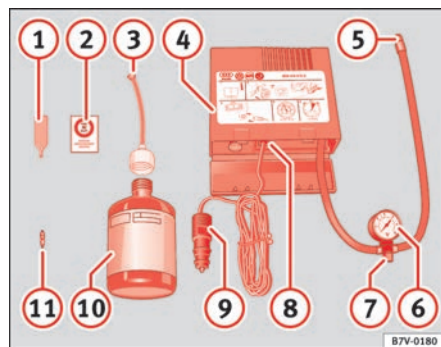

Abb. 154 Bestandteile des Pannensets
- Nehmen Sie den Aufkleber ⇒ Abb. 154 ② aus dem Pannenset und kleben Sie ihn im Blickfeld des Fahrers auf die Instrumententafel. ▶
- Schrauben Sie mit dem beiliegenden Ventileinsatzdreher ⇒ Seite 244, Abb. 154 ① den Ventileinsatz aus dem Reifenventil heraus und legen Sie den Ventileinsatz auf einem sauberen Untergrund ab.
- Schütteln Sie die Reifenfüllflasche ⇒ Seite 244, Abb. 154 ⑩ einige Male kräftig hin und her. ■